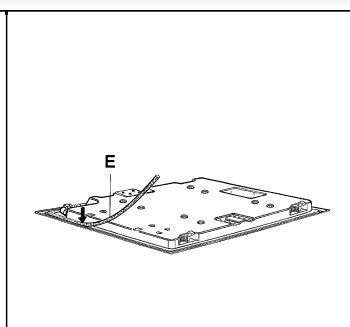

Рис. 9
- Переверните варочную панель и проложите уплотнение «Е» (рис. 9) вдоль ее края так, чтобы внешний край уплотнения был идеально параллелен внешнему краю панели. Концы полосок уплотнения не должны накладываться друг на друга.